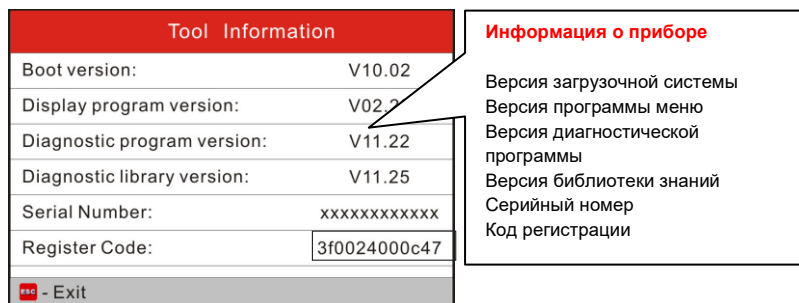

Рис. 7-6
8. Это код регистрации для ввода на этапе 4 (рис. 7-6).